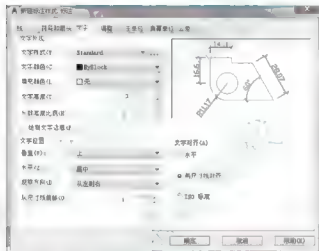

图 3.23 【文字】选项卡的设置
③【文字】选项卡的设置如图 3.23 所示。在设定【文字】选项卡之前,可以单击【文字样式】下拉列表框右边的...按钮,查看文字的格式是否符合要求。在 3.2 节中已经设定【Standard】文字样式字体为 simplex。